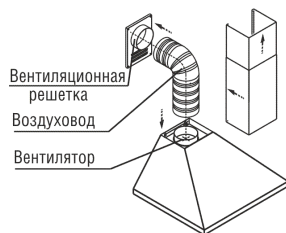
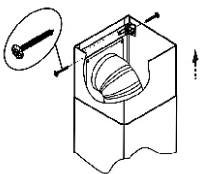

рис. 8
рис. 11
6.5 В зависимости от режима эксплуатации вытяжки соедините вентилятор (при помощи переходника) КВ «Оптима 50/60П(Н)-400-ПЗЛ», «Оптима 50/60П(Н)-400-КЗЛ» с вентиляционной решеткой воздуховодом (рис. 8) или установите на вентилятор угольные фильтры.
6.7 Установите фальштрубы (рис. 8, 9). Выдвиньте верхнюю фальштрубу, (рис. 11) и прикрепите ее самонарезающими винтами к кронштейну. На вытяжки «Оптима 50/60П(Н)-400-ПЗЛ», «Оптима 50/60П(Н)-400-КЗЛ», «Оптима Wood 60П-430-ПЗЛ» устанавливается только одна нижняя фальштруба.
- будьте осторожны при установке фальштруб (рис. 8), не повредите поверхность из нержавеющей стали. Их легко поцарапать.